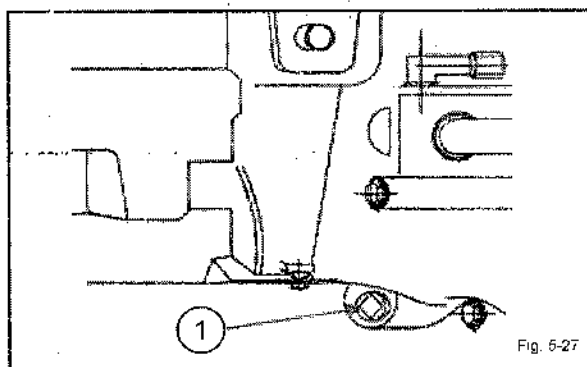
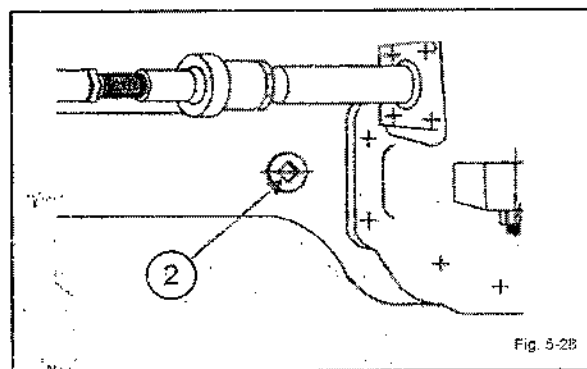

Fig. 5-27
Fig. 5-28
**OPERAÇÃO 26****TROCA DE ÓLEO EM EIXO DIANTEIRO DE TRATOR COM 4WD****Carcaça do eixo (Fig. 5-27)**
Recolocar a tampa 1 (Fig.5-27) quando parar de sair óleo e encher com óleo novo através do bocal de entrada 2 (Fig.5-28) até atingir o nível deste.
Completar de acordo com a necessidade. Recolocar a tampa 2 (Fig. 5-28).